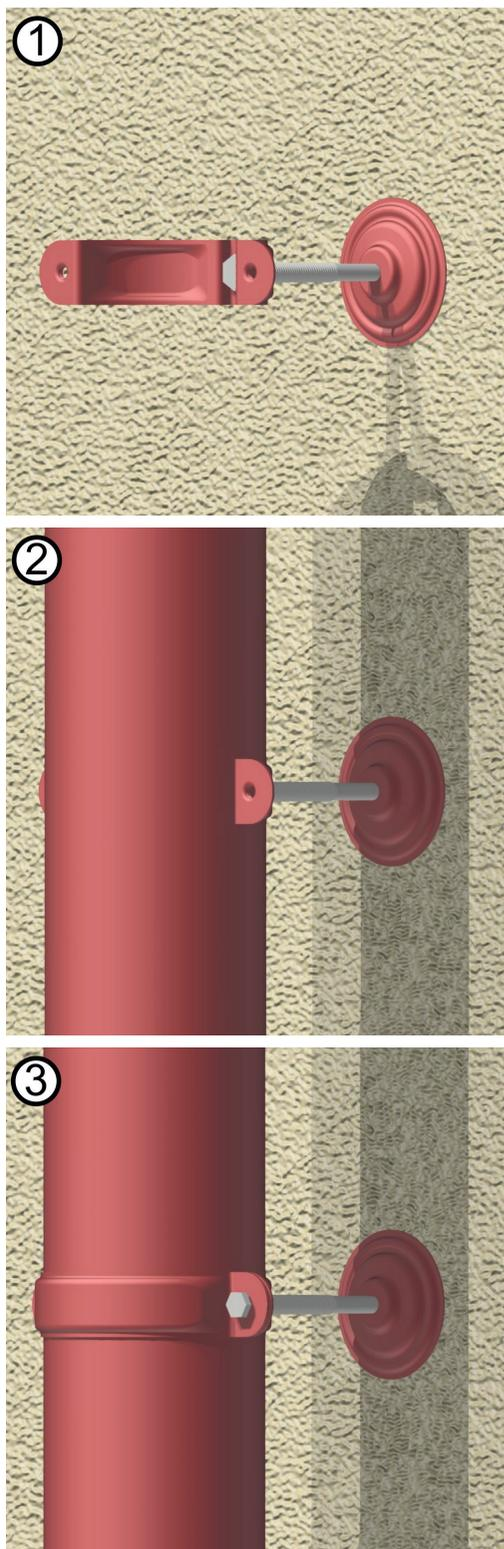

Рис. 16 Монтаж хомутов
**11.1.4** После установки шпильки прижмите декоративную накладку к стене (допустимо использование герметика) (рис. 16, ч. 1).
**11.1.5** Поместите трубу в заднюю часть хомута (рис. 16, ч. 2).
**11.1.6** Приложите переднюю часть хомута к задней и соедините их между собой винтами (рис. 16, ч. 3).